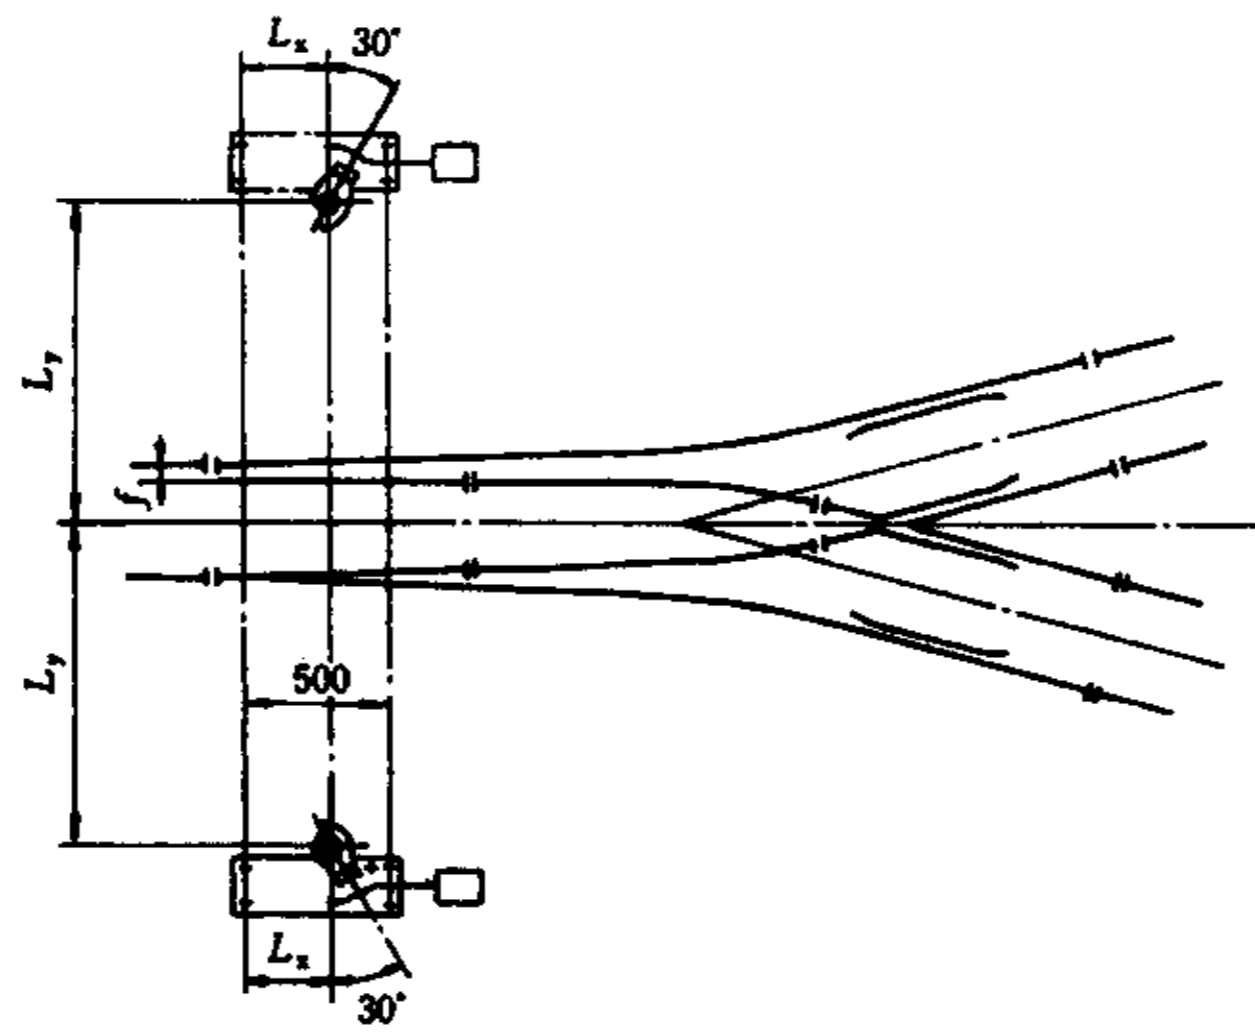

图 4 卧式手动(弹簧)扳道器与对称道岔安装位置示意图
- d) 卧式手动(弹簧)扳道器与对称道岔安装位置示意图见图 4,关系尺寸见表 2。